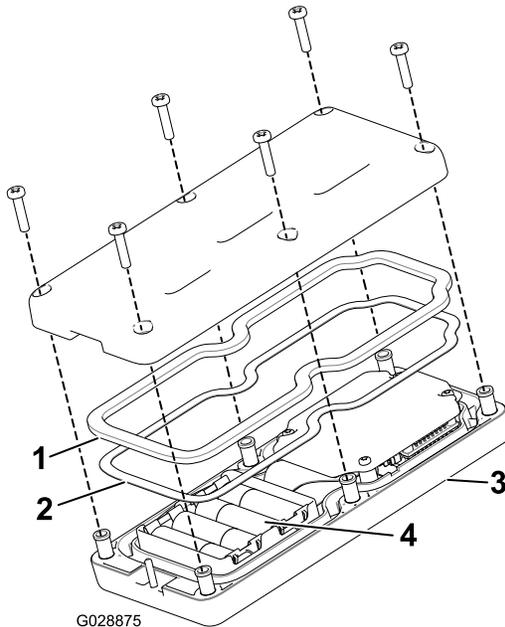

図 12
2. 新しい電池を入れる 向きに注意すること。電池を正しく入れないと、機械が損傷することはないが、操作ができない。電池を入れる箇所にはプラス・マイナスの表示がある 図 12。
3. スチール製のガスケットとゴム製のシールをリモートの溝にきちんとはめ、バックカバーを取り付ける (図 12)。
4. ねじ6本を使ってカバーを固定し 図 12、各ねじを 1.5 - 1.7 N·m 0.15-0.17 kg·m = 13 - 15 in·lb にトルク締めする。